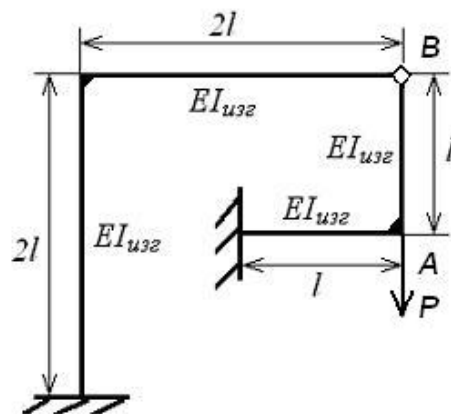

Рисунок 3
**Задание СМ-3.** Рама нагружена силой  $P$  (рис. 3).